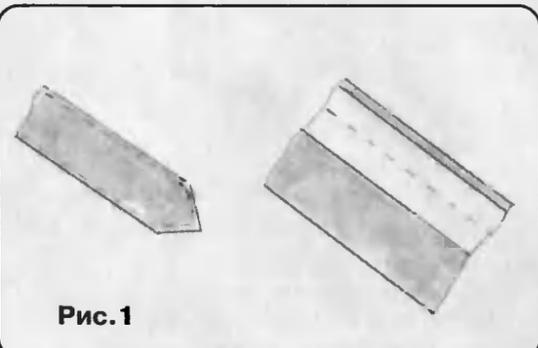

Рис. 1
3. Затем прокладку огибают полоской так, чтобы накладной шов прошел на 1 см от края пояса (рис. 1). Правый конец надо окантить острым углом, а левый временно оставить открытым. Все это надо сметать.